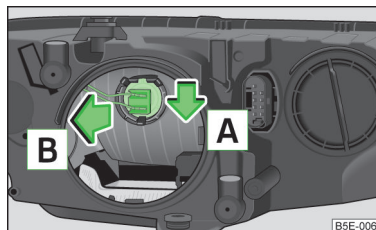

Fig. 175 Faruri cu Halogen: Înlocuirea becului luminii de întâlnire
- Scoateți conectorul împreună cu becul, prin deplasarea spre în jos, în sensul săgeții **A** » fig. 175 și în sensul săgeții **B**.